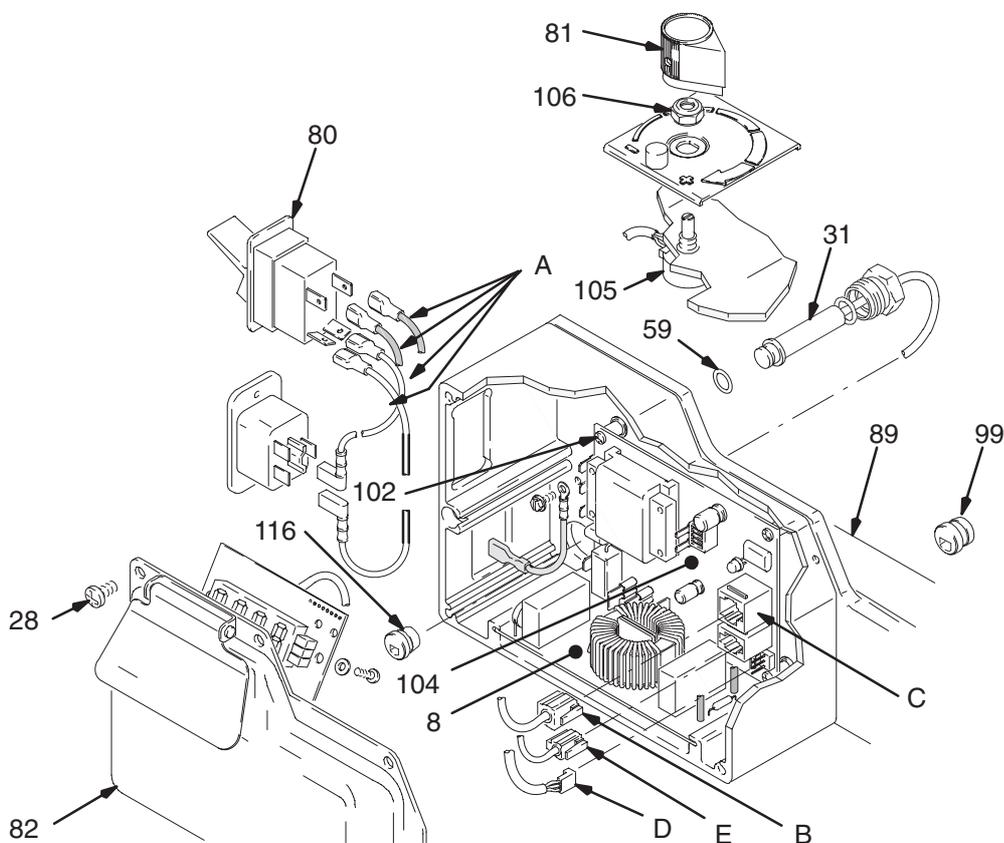

Fig. 7
3. Fig. 7. Retire la cubierta del dispositivo de control de presión (82).
4. Desenchufe el conector de la pantalla (B) del enchufe (C).
5. Desconecte los cuatro cables (A) del interruptor de encendido (80).
6. Oprima las dos lengüetas de retención situadas a ambos lados del interruptor de encendido (80) y desmonte éste.
7. Instale el nuevo interruptor de encendido (80) de forma que las lengüetas encajen en su sitio en el interior del alojamiento del dispositivo de control de presión.
8. Conecte los cuatro cables (A) al interruptor de encendido.
9. Enchufe el interruptor de la pantalla (B) en el enchufe (C).
10. Instale la cubierta del dispositivo de control de presión (82).
- Fig. 7. Saque los cinco tornillos (28) y la cubierta (82).
- Fig. 7. Instale la tarjeta de circuito impreso de control del motor (104) con los cuatro tornillos (102).
- Conectar a la tarjeta de circuito impreso de control del motor (104):
- Cable (E) al transductor.
- Cable (D) al potenciómetro.
- Tarjeta del filtro (8).
- Saque los cinco tornillos (28) y la cubierta (82). Vea la Fig. 7.
2. Fig. 7. Saque los cinco tornillos (28) y la cubierta (82).
3. Desconecte el cable (E) de la tarjeta de circuito impreso de control del motor (104).
4. Retire el casquillo de alivio de la tensión (116).
5. Retire el transductor del dispositivo de control de presión (31) y la junta tórica de la empaquetadura (59) de la placa del alojamiento del dispositivo de control (89).
1. Fig. 7. Instale la junta tórica de la empaquetadura (59) y el transductor del dispositivo de control de presión (31) en la placa del alojamiento del dispositivo (89). Aplique un par de 40,7–47,5 N.m.
2. Instale el casquillo de alivio de la tensión (116).
3. Conecte el cable (E) a la tarjeta de circuito impreso de control del motor (104).
4. Instale la cubierta (82) con los cinco tornillos (28).
3. Desconecte el cable (D) de la tarjeta de circuito impreso de control del motor (104).
4. Retire el botón del potenciómetro (81), la tuerca del eje obturador (106) y el potenciómetro de ajuste de presión (105).
1. Fig. 7. Instale el potenciómetro de ajuste de presión (105), la tuerca del eje obturador (106) y el botón del potenciómetro (81).
2. Conecte el cable (D) a la tarjeta de circuito impreso de control del motor (104).
3. Instale la cubierta (82) con los cinco tornillos (28).